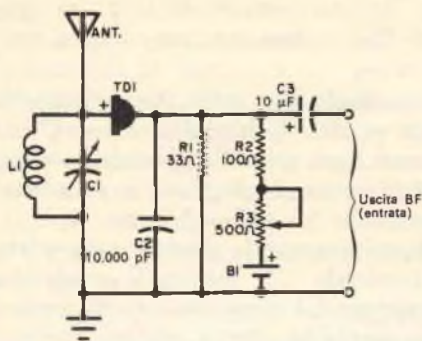

Fig. 2 - Circuito con diodo a tunnel che si può usare come microfono trasmettitore o come ricevitore MF, a seconda della regolazione.
**Circuiti a transistori** - Il diodo a tunnel è uno dei più versatili dispositivi semiconduttori: il circuito riportato nella fig. 2 riproduce per l'appunto le proprietà di questo dispositivo.